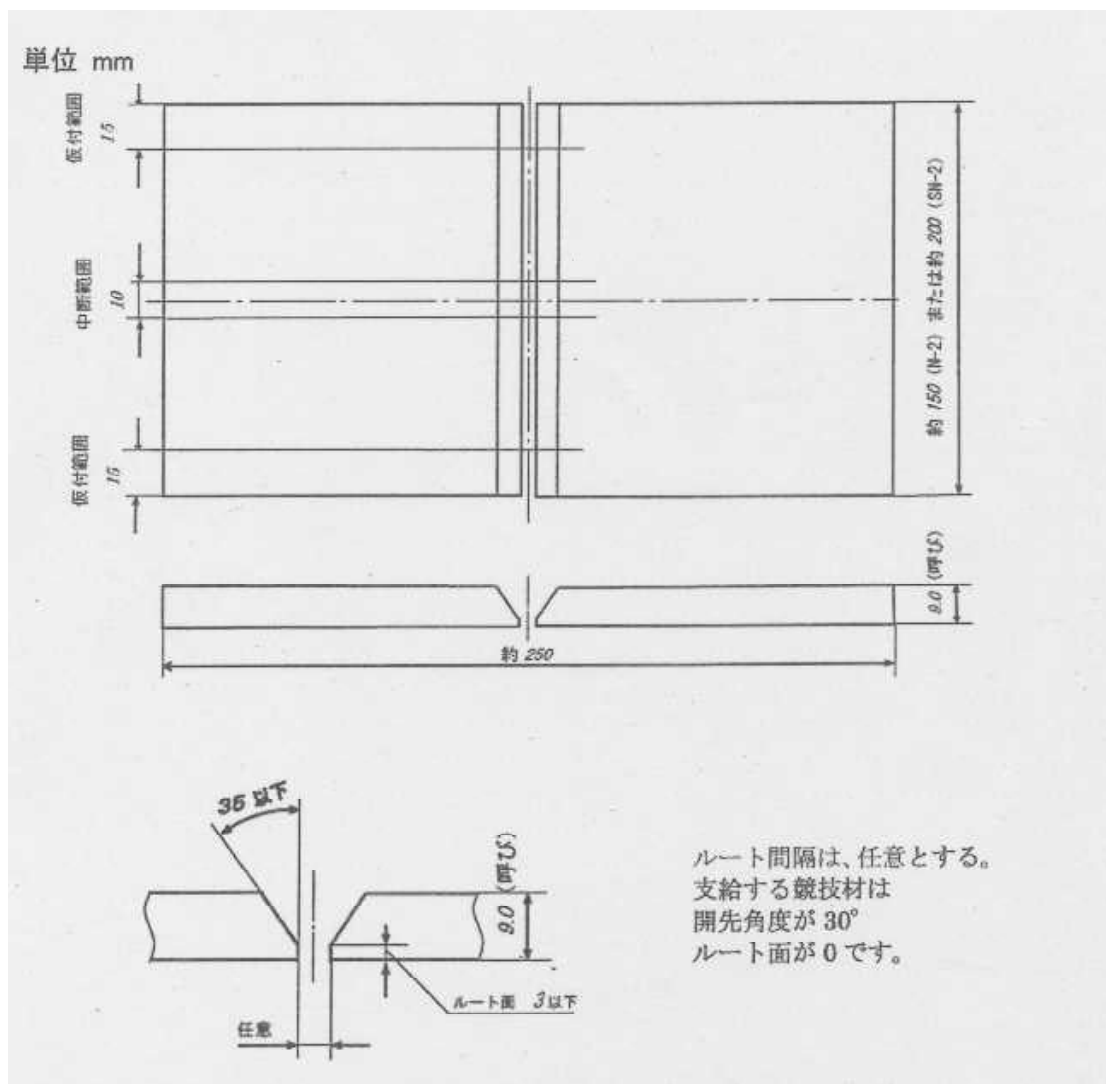
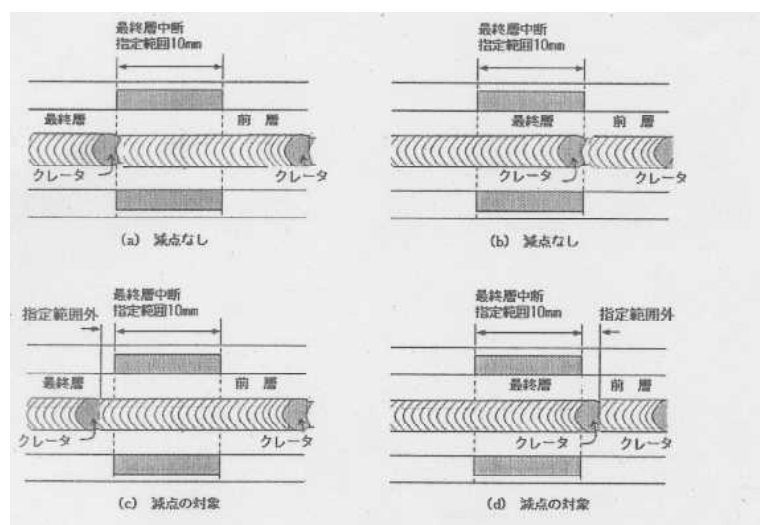

図 1 競技材の寸法・形状
図 2 アーク中断位置の定義
- (1) 競技時間は、タック溶接、本溶接、競技材の清掃及び実行委員の確認を要する時間を含め30分とする。30分経過後は、未完成であっても競技材を提出すること。
- (2) ルート間隔の確保と競技材のタック（仮付け）溶接は、図1「競技材の寸法・形状」のように競技材端面から15mm以内の裏面から行うこと。ルート間隔は任意とする。
- (3) タック溶接終了後、審査員の確認を受けなければならない。
- (4) 被覆アーク溶接下向姿勢部門及び炭酸ガスアーク溶接下向姿勢部門の本溶接は、作業台から試験材料を5 mm以上浮かせて溶接できるように、主催者が用意する帯板の上で溶接をすること。
- (5) 炭酸ガスアーク溶接立姿勢部門の本溶接は、固定具に鉛直に取り付けること。本溶接に入る前に実行委員に取付状態の確認を受けること。
- (6) 溶接層数、パス数、溶接方向については、次のとおりとする。
- ①溶接層数及びパス数は自由とする。パスの方向も自由とする。
- ②使用する溶接棒または、溶接ワイヤは申告したもの以外は使用できない。（溶接棒の棒径は、複数の混用ができる）
- ③被覆アーク溶接下向姿勢部門及び炭酸ガスアーク溶接下向姿勢部門の最終層の溶接では、図2「アーク中断位置の定義」のように、溶接線中央部10 mmの指定範囲内でアークを中断し、実行委員に申告して、確認を受ける必要がある。確認後、中断前と同じ方向に溶接を継続すること。所定の中断範囲外であると、減点対象となる。
- ④炭酸ガスアーク溶接立向姿勢部門の初層及び最終層の溶接では、図2「アーク中断位置の定義」のように、溶接線中央部10 mmの指定範囲内でアークを中断し、実行委員に申告して、確認を受ける必要がある。確認後、中断前と同じ方向に溶接を継続すること。所定の中断範囲外であると、減点対象となる。
- (7) 溶接終了の合図により、競技溶接は終了とする。溶接終了後は、溶接機の電源を切ること。（炭酸ガスアーク溶接では、併せてガスボンベのバルブを閉止すること）